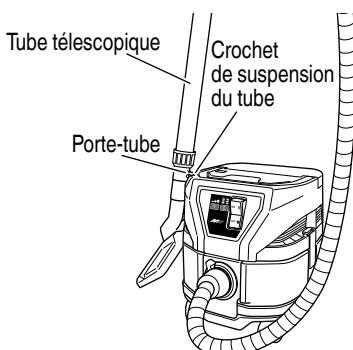

Fig. 25
(4) Rangement de l'appareil pendant les pauses (Fig. 25)